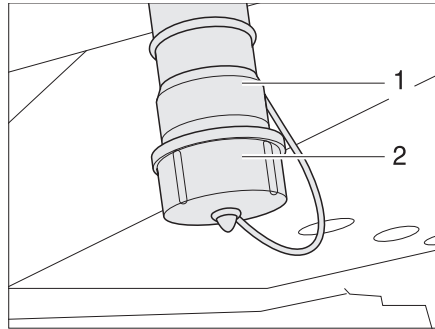

Bild 257 Wasser-Ablaufstutzen und Abwasser-Ablaufstutzen
- Abdeckkappe (Bild 257,2) am Wasser-Ablaufstutzen (Bild 257,1) durch eine viertel Umdrehung im Uhrzeigersinn entriegeln und abnehmen.
- Geeigneten Ablaufschlauch an den Wasser-Ablaufstutzen (Bild 257,1) montieren oder geeigneten Auffangbehälter unter den Wasser-Ablaufstutzen stellen.